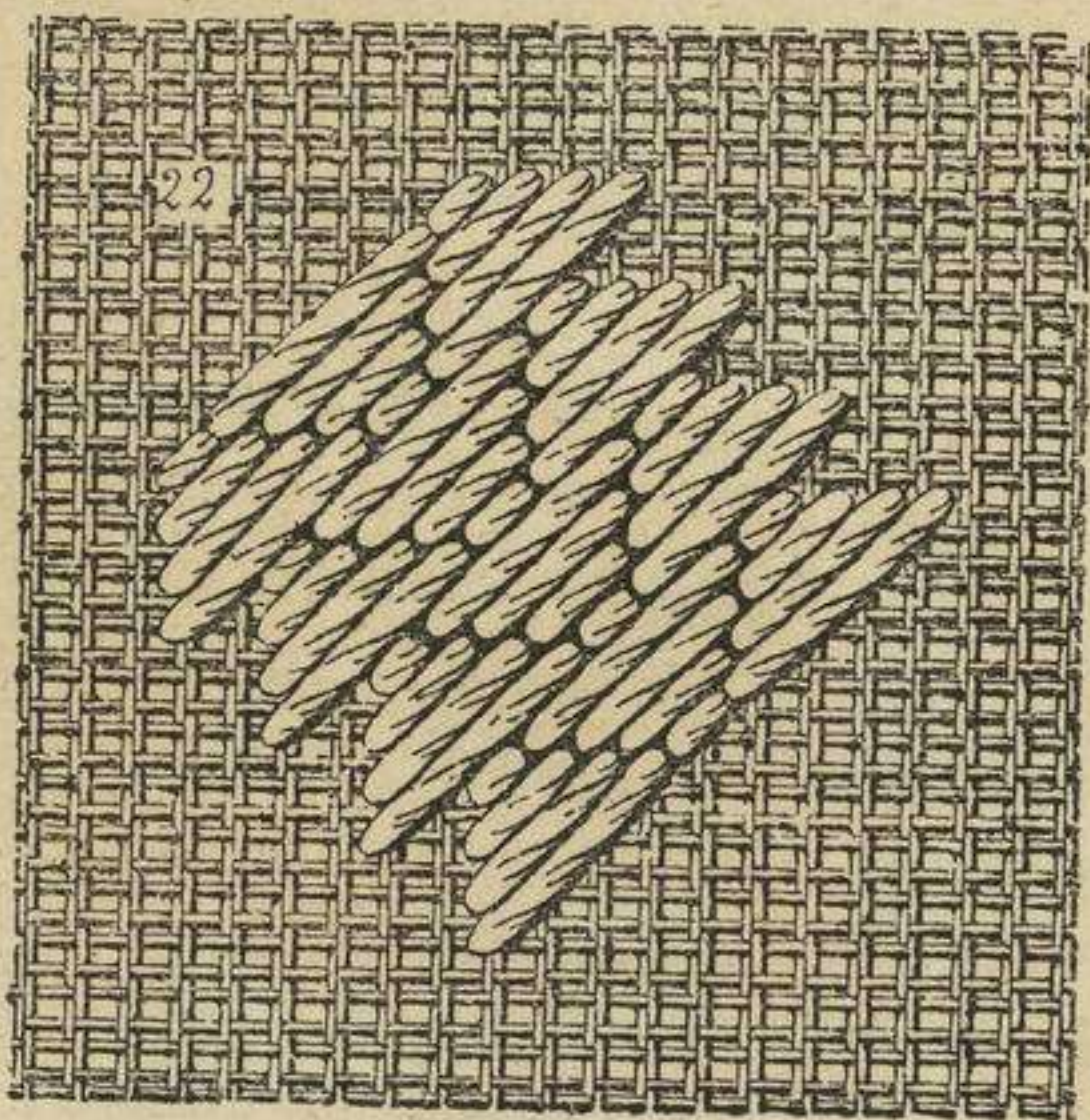

Fig. 20.—Punto mosaico.
**PUNTO MOSAICO.** — Este punto forma triángulos que entran unos en otros. Con seda de un solo matiz forma preciosos dibujos para objetos montados sobre tapicería, como pilitas, termómetros, fosforeras, relojas y otros objetos análogos. Se hacen tambien con este punto dibujos muy lindos, con estambres ó lanillas, disponiendo bien los colores. La fig. 20 indica per-